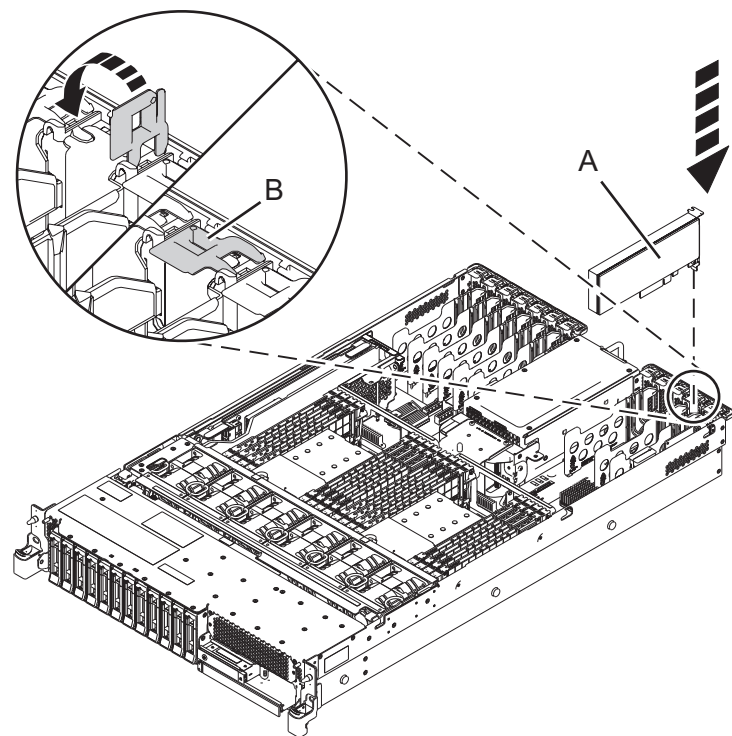

図 17. 5148-21L、5148-22L、8247-21L、8247-22L、8284-21A、または 8284-22A システムでの PCIe アダプターの取り付けまたは再取り付け
- ターゲット・スロットにあるアダプター・ラッチ **(B)** がまだオープン位置にない場合、ラッチを、システム背面でそのクリップから外側に回転させて、ラッチを引っ張ってオープン位置にします (以下を参照)。図 17
- アダプターの上端またはテール・ストックを注意深く握り、図に示すように、システム・バックプレーン **(A)** のスロットとそのコネクタにアダプターを位置合わせします。図 17
- アダプターをスロットにロックするには、アダプター・ラッチ **(B)** を図に示されている方向に回転させます。図 17